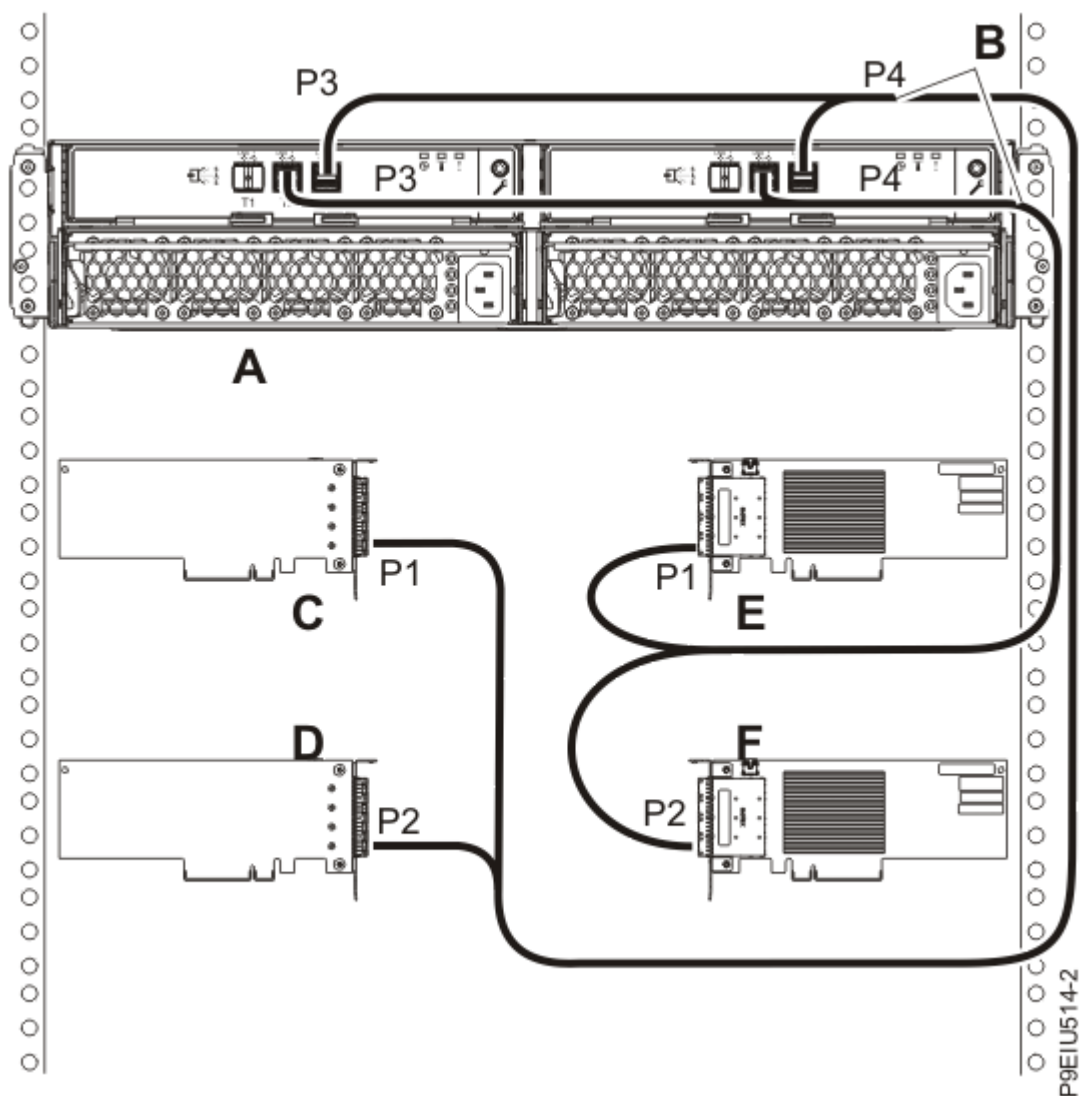

Рисунок 23. Подключение Блок памяти ESLL или ESLS к четырем независимым адаптерам SAS FC EJ0J или FC EJ0M с помощью кабелей X12, режим 4
23. Подключите один корпус (A) с помощью кабелей X12 (B) к четырем независимым адаптерам SAS FC EJ0J или FC EJ0M в режиме 4 (см. Рисунок 23 на стр. 29). Затем перейдите к разделу “Подключение кабелей данных, кабелей питания и установка крышек” на стр. 30.